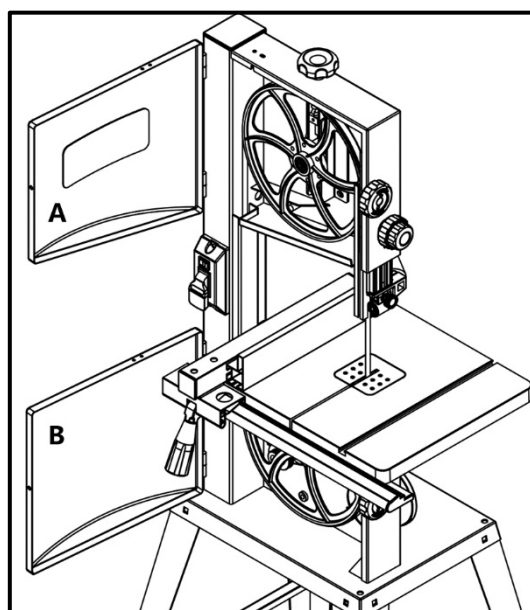

Рисунок 12.
- Откройте верхнюю A и нижнюю B крышки (рис. 12).
- Откройте нижнюю крышку B (рис. 12).
- Закройте нижнюю крышку B (рис. 12).
- Откройте верхнюю А и нижнюю В крышки (рис. 12).